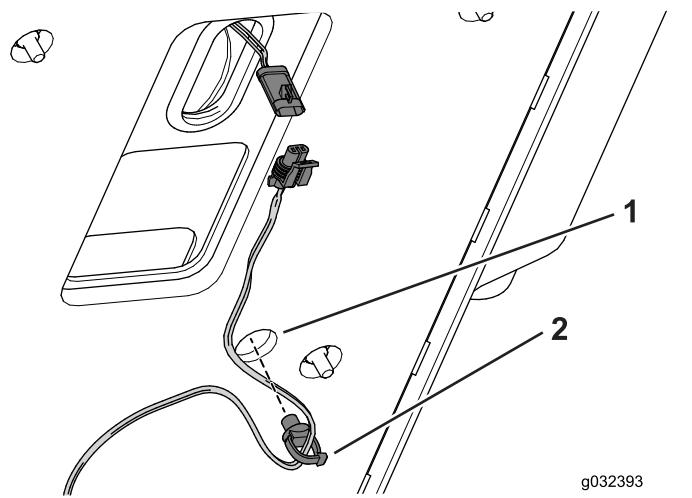

**Bild 6**
5. Entfernen Sie das Trägermaterial und bringen das Schutzblech unter dem Sitz an der Unterseite der Sitzplatte an (Bild 6).